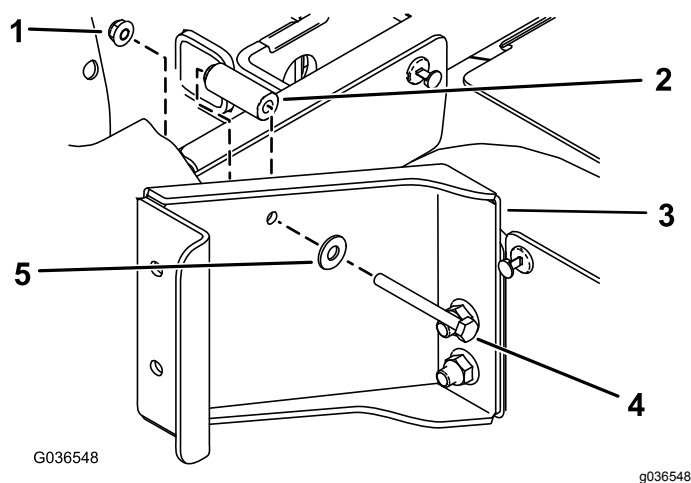

Bild 2
C. Befestigen Sie die Halterung mit einer Sechskantschraube ($\frac{1}{4}$ " x $2\frac{1}{2}$ "), einer Flachscheibe ($\frac{5}{16}$ "), einem Distanzstück ($\frac{9}{32}$ " x $\frac{5}{8}$ ") und einer Bundmutter ($\frac{1}{4}$ ") hinter dem hinteren Sitzunterteil, wie in Bild 2 abgebildet.